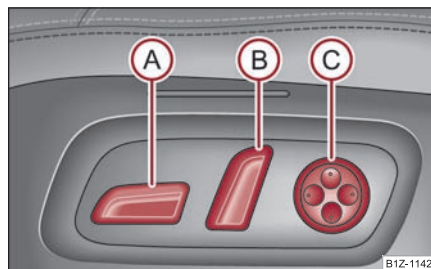
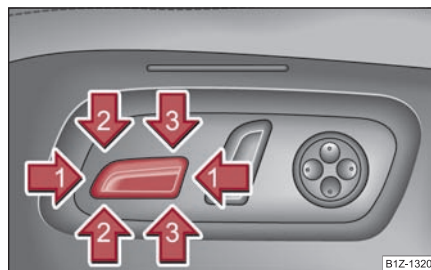

Fig. 74 Vista lateral: Ajustar los elementos de manejo del asiento
Fig. 75 Vista lateral: Ajuste de asiento
- Presionar el conmutador ① ⇒ fig. 74 hacia delante o bien hacia atrás ② ⇒ fig. 75.
- Presionar el conmutador **(A)** ⇒ página 78, fig. 74 hacia adelante o bien hacia atrás.
- Presionar el conmutador **(A)** delantero **(2)** ⇒ página 78, fig. 75 o bien posterior **(3)** ⇒ página 78, fig. 75.
- Presionar el conmutador **(B)** ⇒ página 78, fig. 74 hasta la posición de ajuste deseada.
- A fin de aumentar la convexidad del apoyo lumbar, pulse el conmutador **(C)** delante ⇒ página 78, fig. 74.